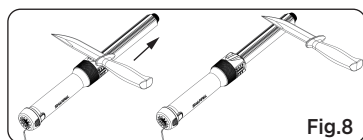

Fig.8
2. Placez le talon de la lame de couteau contre le guide d'angle. **POUSSEZ** la lame dans le sens **OPPOSÉ** à vous, comme si vous enleviez une fine tranche du dessus de la tige d'affûtage. Poussez la lame de couteau en travers de la tige d'affûtage tandis que vous repoussez entièrement jusqu'à la pointe de la lame pour aiguiser le bord tranchant (Voir Fig. 8).